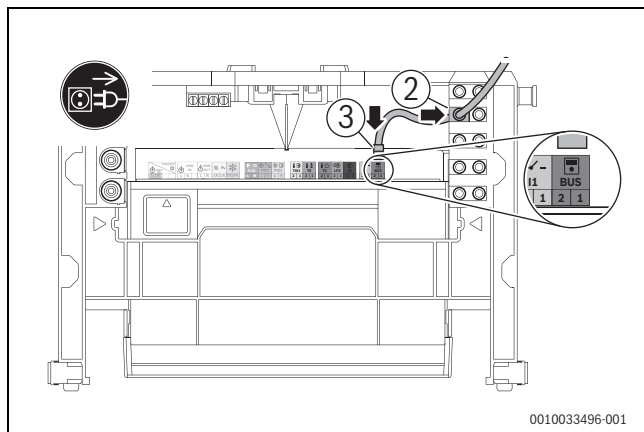

Fig. 111 Raccorder l'accessoire CS 36 au BUS
- Mettre en place le serre-câbles du câble de BUS (→ Figure 111, [2]).
- Raccorder le câble de bus à l'emplacement BUS du bornier (→ Figure 111, [3]).